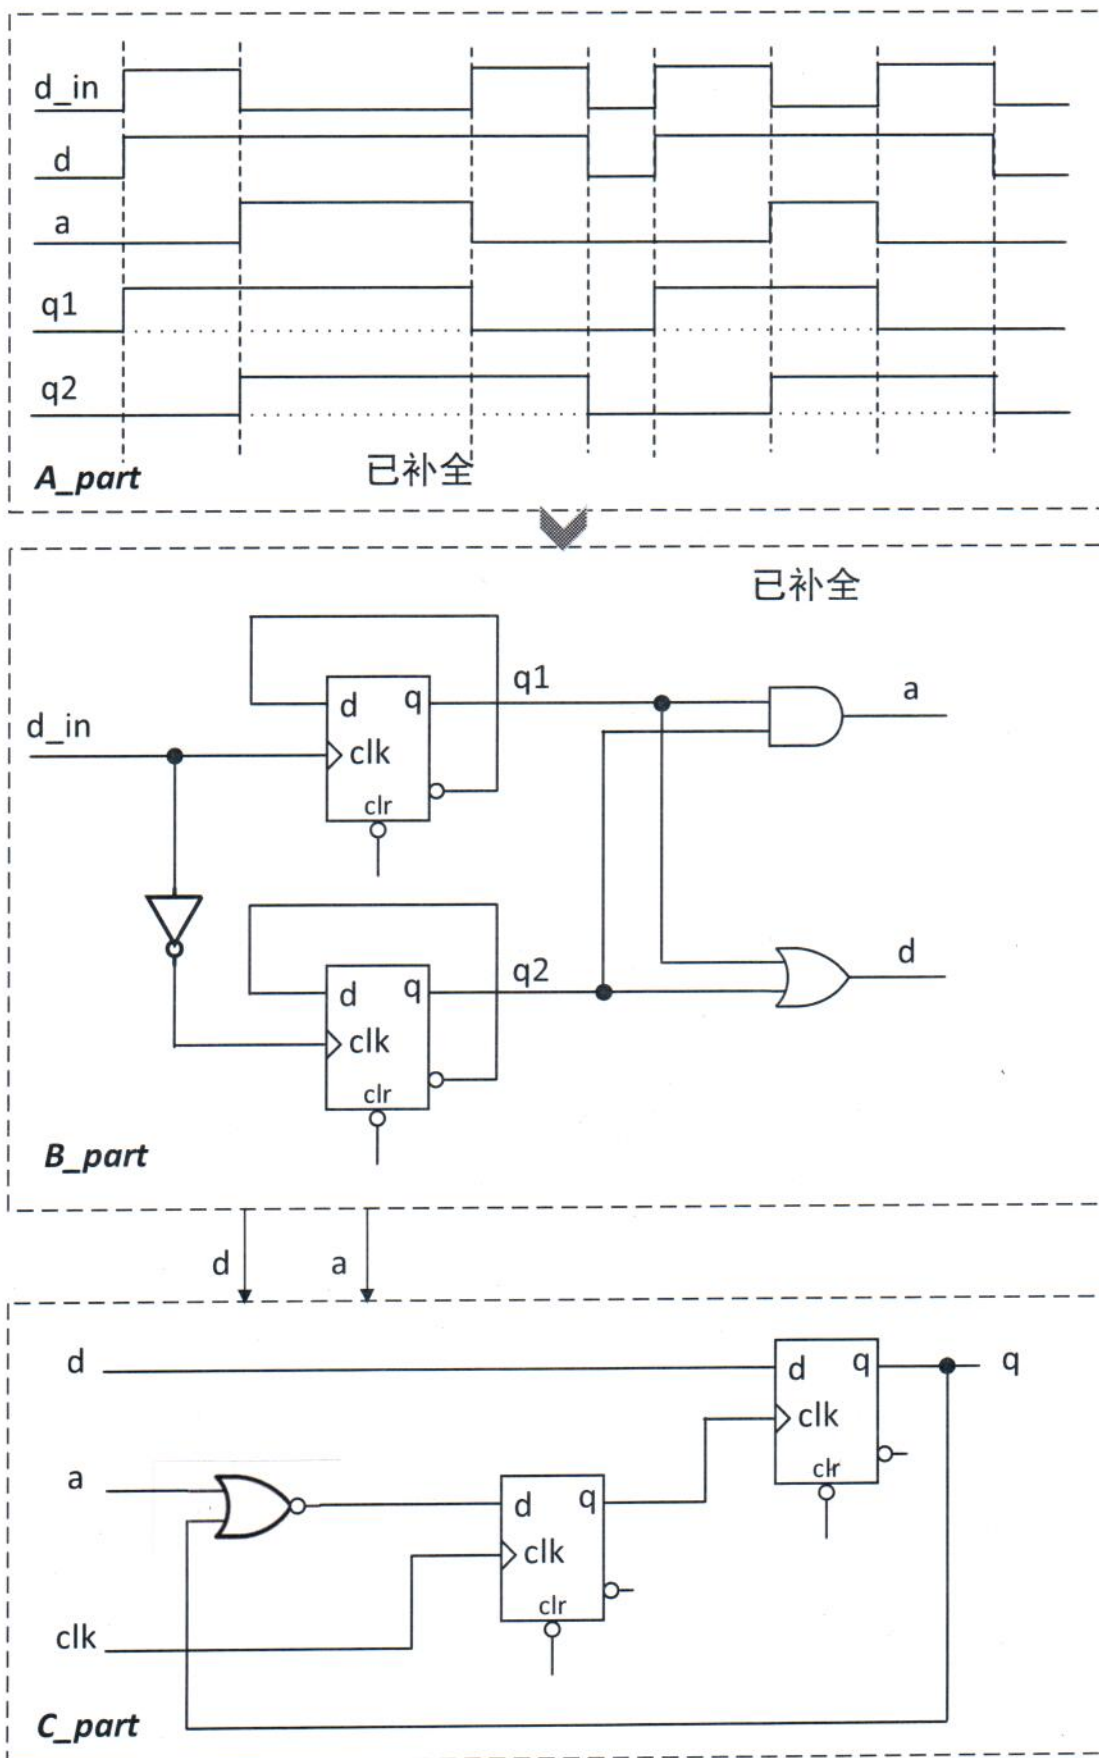

图 1
(异步时序电路设计的方法与同步时序电路设计的方法基本一致, 可以采用多个 always 块语句实现时序逻辑, 区别在于异步时序电路中的多个 always 块的时钟信号可以为不同的时钟触发信号。) 观察图 1 所示的异步时序电路, 在 B_part 部分进行信号生成, 在 C_part 部分完成逻辑控制, B_part 部分信号生成波形如 A_part 部分所示。
- (1) 针对图 1 中 C_part 部分, 利用 Verilog 语言, 采用行为描述风格设计该电路, 电路接口参看 C_part 部分电路, 注意: 不允许使用“xor”、“D_FF”等元件, 模块名为 amod。
- (2) 在图 1 中的 B_part 部分完成信号匹配和生成, (依据于输入的 d_in 信号, 产生对应的输出信号 d 和 a, 并将生成的 d 和 a 最终接入到 C_part 部分。) 输入信号 d_in 与其匹配生成的输出信号 d 和 a 的时序关系如 A_part 所示。(为了实现该模块, 可以在 D 触发器 (上升沿触发) 的基础上完成设计。) 结合 A_part 部分的部分电路, 首先给出中间信号 q1 和 q2 的波形; 然后在 B_part 部分补全该电路原理图。
答案参见图 1 中所示。两个波形 2 分, 两个门 3 分。